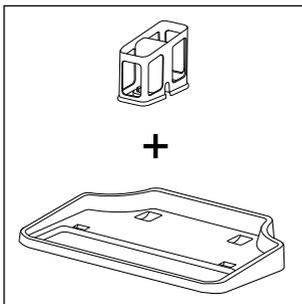
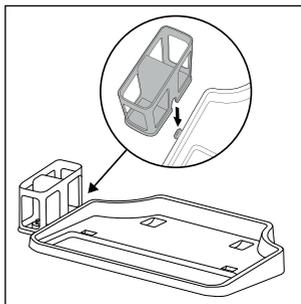

Fig. 4
Fig. 5
- ◆ La station d'accueil et de nettoyage est composée d'un socle **4** et d'un support pour rouleau brosse **5** (voir fig. 4). Pour monter la station d'accueil et de nettoyage, glissez le support pour rouleau brosse **5** latéralement dans l'ouverture sur le socle **4**. Glissez le support pour rouleau brosse **5** vers le bas dans l'ouverture jusqu'à ce qu'il soit bien fixé sur le socle **4** (voir fig. 5).